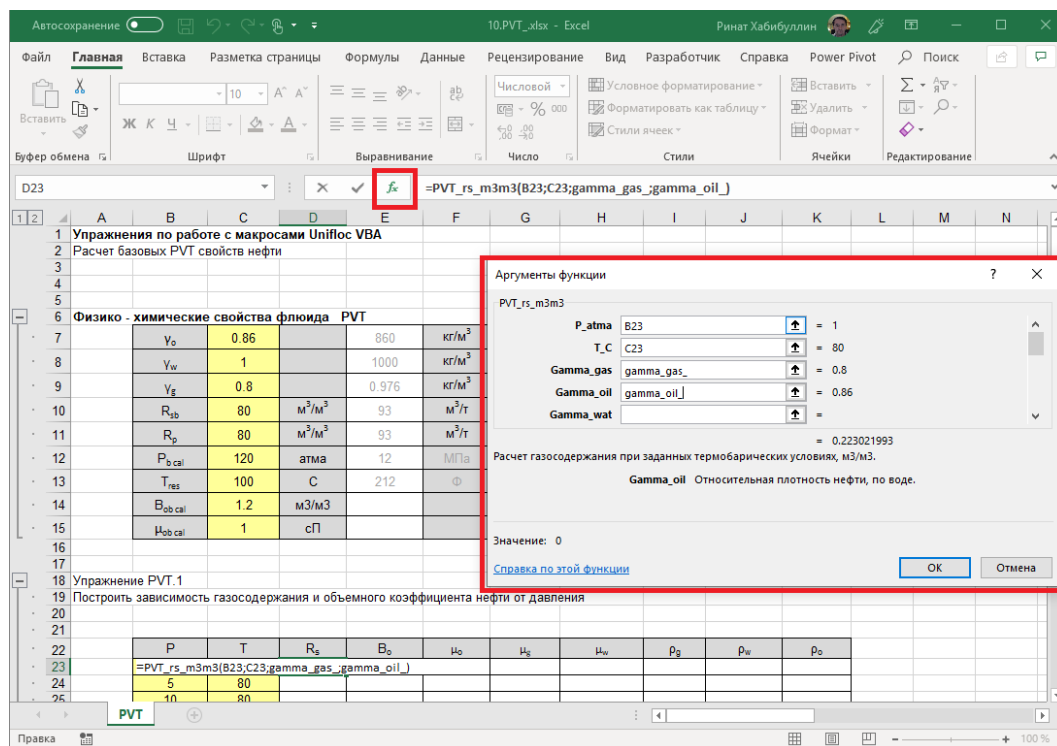

Рис. 1.3 — Окно ввода аргументов функции
4. Из выпадающего списка выберите функцию **=PVT_Rs_m3m3** (после чего нажмите кнопку **f_x** "вставить функцию" слева от строки формул. Это вызовет окно задания параметров функции, в котором будут указаны все параметры, которые необходимо ввести (смотри рис. 1.3). В этом окне можно задать необходимые значения параметров или указать ссылки на соответствующие ячейки. Для "хороших" функций в окне задания параметров функции будут подсказки. Также в окне задания параметров можно сразу видеть результат расчета если задан достаточный набор параметров.